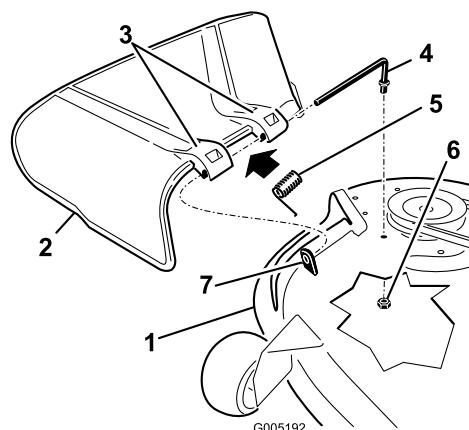

Figure 50
1. Repérez les éléments illustrés dans la Figure 50.
2. Retirez l'écrou (3/8 pouce [9,5 mm]) de la tige, sous le plateau de coupe (Figure 50).
3. Sortez la tige de la courte cheville de positionnement, du ressort et du déflecteur d'herbe (Figure 50). Enlevez le déflecteur s'il est endommagé ou usé.
4. Remettez en place le déflecteur d'herbe (Figure 50)
6. Placez le ressort sur la tige, les fils d'extrémité dirigés vers le bas, entre les supports du déflecteur d'herbe. Insérez la tige dans le deuxième support du déflecteur d'herbe (Figure 50).
7. Insérez la tige à l'avant du déflecteur dans la courte cheville de positionnement sur le plateau. Fixez l'extrémité arrière de la tige dans le plateau de coupe à l'aide d'un écrou (3/8 pouce [9,5 mm]) (Figure 50).